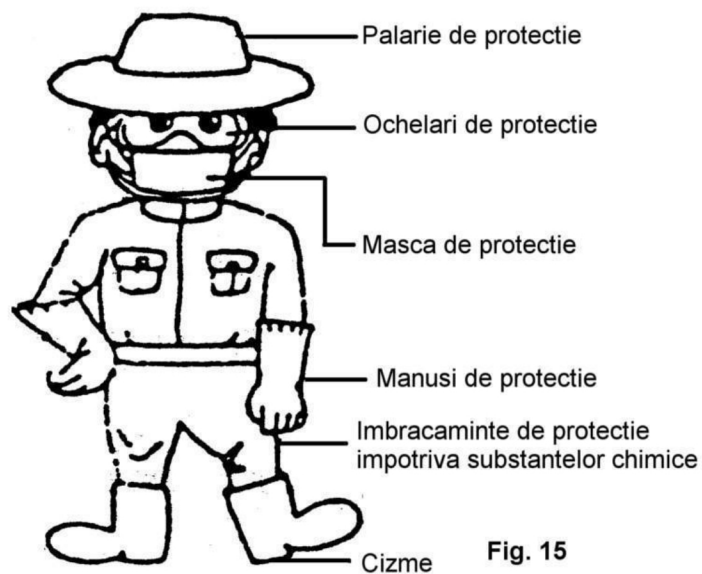

Fig. 15
2. Echipament de protecție (Fig. 15).